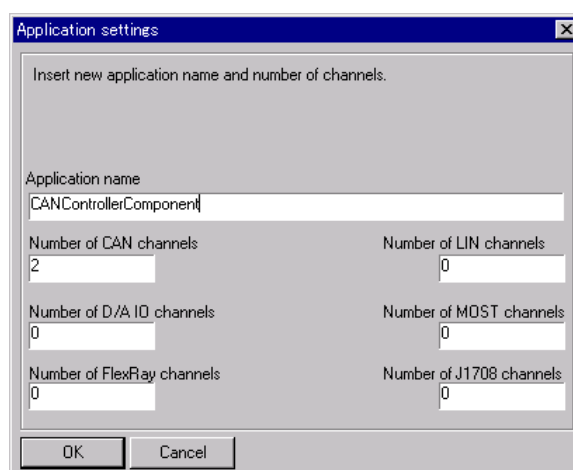

図 5-3 Application setting (アプリケーションの追加設定)
- (4) 図 5-3 に示す”Application setting”の画面で”Application name”の欄に”CANControllerComponent”と入力し, ”OK”ボタンを押します。